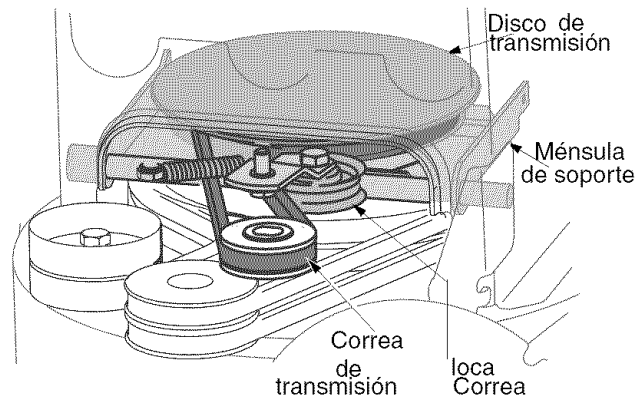

Figura 21
**NOTA:** La ménsula de soporte debe apoyarse sobre el perno de parada después de que se ha ensamblado la nueva correa. Vea la Figura 21